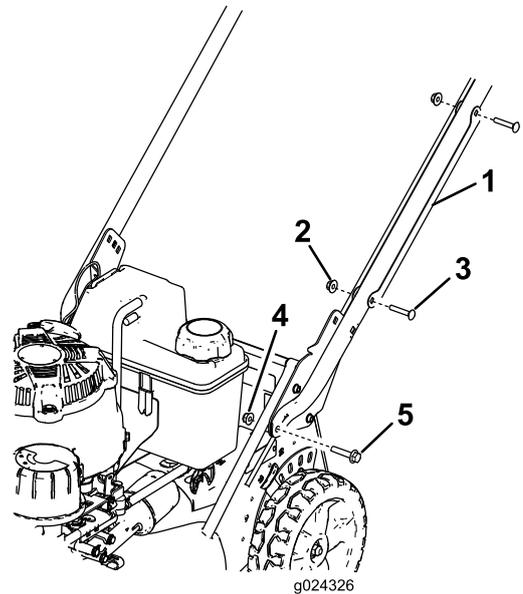

Figura 3
1. Retire los 2 pernos de cuello cuadrado y las 2 arandelas que sujetan el protector de cable al manillar, y retire el protector de cable del manillar (Figura 3).
2. Instale los extremos del manillar en la carcasa de corte con 2 pernos de cabeza hexagonal con arandela prensada (5/16 x 1-1/2") y 2 tuercas con arandela prensada (5/16"), según se muestra en Figura 3.
- Perno de cuello cuadrado – 5/16 x 1-1/2" (2)
- Soporte del manillar (2)
- Tuerca con arandela prensada – 5/16" (2)
- Posicione el protector de cable en el manillar **con el/los cable(s) dentro del protector**, y sujete el protector al manillar con los 2 pernos de cuello cuadrado y las 2 contratuercas que retiró anteriormente (Figura 3).